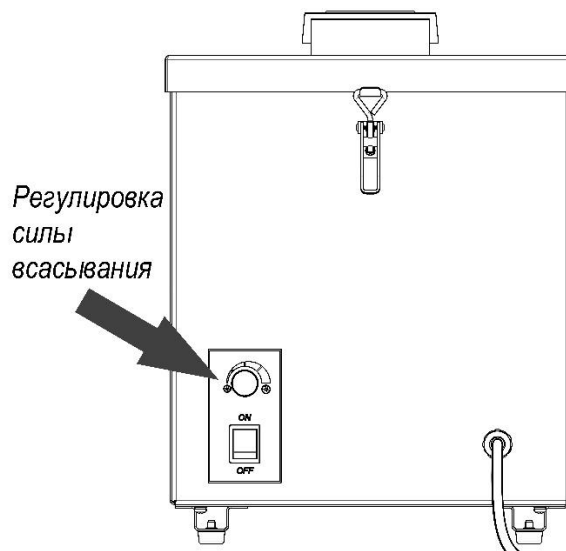

Рисунок 2
5.2.3 Регулировать силу всасывания воздуха при помощи регулятора (рисунок 2).
В процессе эксплуатации слой загрязнений на фильтровальных элементах утолщается, из-за чего снижается производительность фильтра. Рекомендуется менять фильтровальные элементы не реже одного раза в два года. Для замены префильтра и комбинированного фильтры необходимо (рисунок 2):